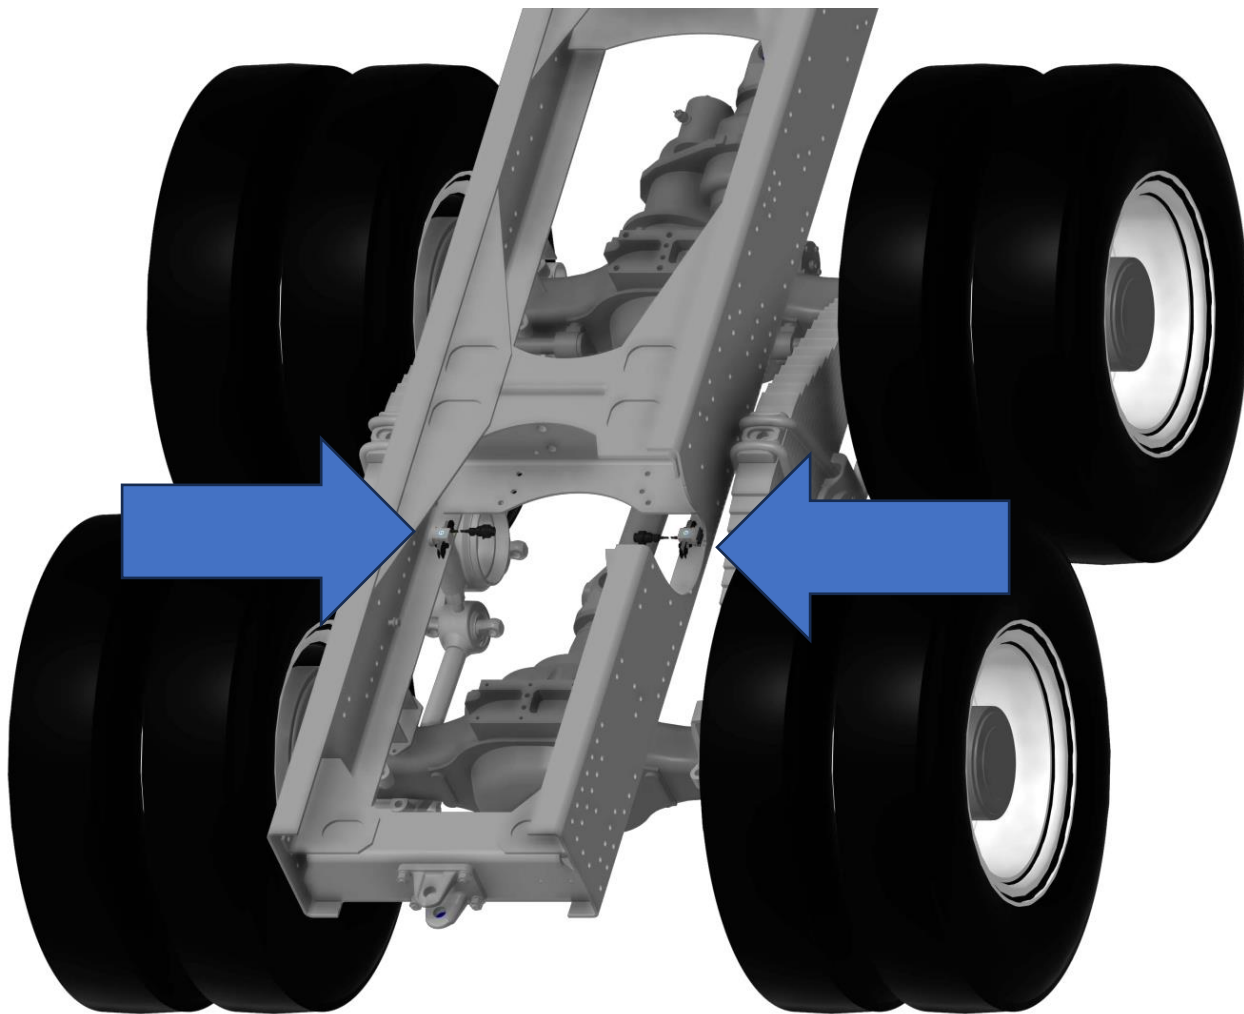

рис. 3.1. Место установки датчиков возле кронштейна крепления подвески
1. Участок над задним мостом (крепление задней подвески). Зона рамы над задним мостом испытывает наибольшие напряжения от массы груза в кузове, особенно при смещении груза к корме автомобиля. Здесь лонжероны работают как консольные балки, опёртые на задний мост, воспринимая основную долю вертикальной нагрузки. При монтаже датчиков на этом участке целесообразно ориентировать их по продольной оси рамы, чтобы регистрировать продольные (осевые) деформации лонжерона от изгиба. Максимальный сигнал будет получен, если датчик установлен вблизи нижней поверхности лонжерона (где растяжение), либо наверху (где сжатие) – как показано на рис. 3.1.